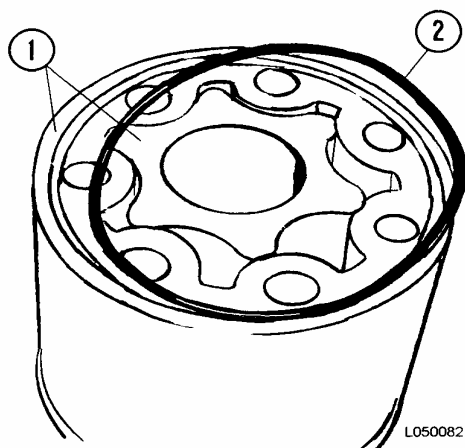

FIGURA 5-5. RETIRO DE LA CUBIERTA DEL EXTREMO
4. Retire la cubierta del extremo (4) y el anillo de goma (2, Figura 5-5).